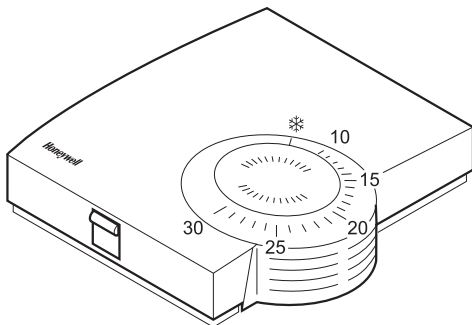

Abb. 15: Raumgerät HCW 80 (Einstellung auf der Skala in °C)
- ▶ Wählen Sie den gewünschten Sollwert für die Raumtemperatur am Stellrad (siehe Abb. 15).
- ▶ Prüfen Sie, ob das Stellrad auf der in Abb. 15 gezeigten Position steht.